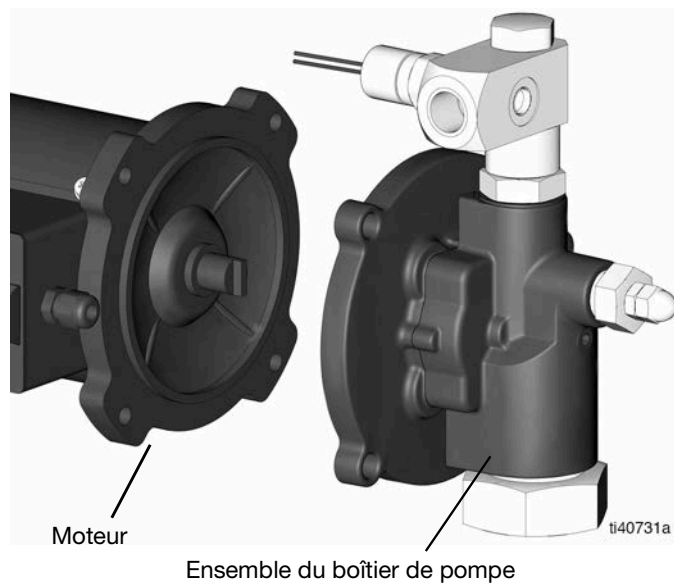

FIG. 23
14. Déposez l'ensemble du boîtier de pompe (FIG. 23).
14. Retirez l'ensemble du boîtier de pompe du moteur (FIG. 23).